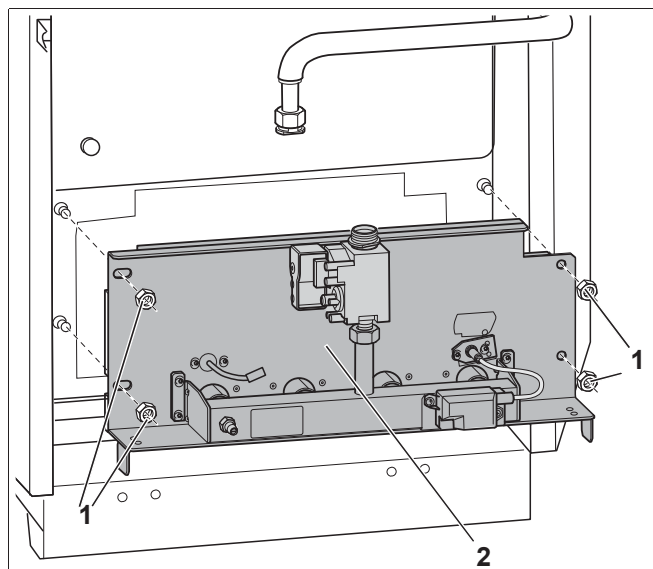

Рис. 38 Снятие крепежных гаек
- Открутить крепежные гайки (рис. 38, поз. 1) на щитке горелки (рис. 38, поз. 2) и вынуть газовую горелку.
- При креплении щитка горелки (рис. 38, поз. 2, стр. 54) слегка затяните четыре болта.